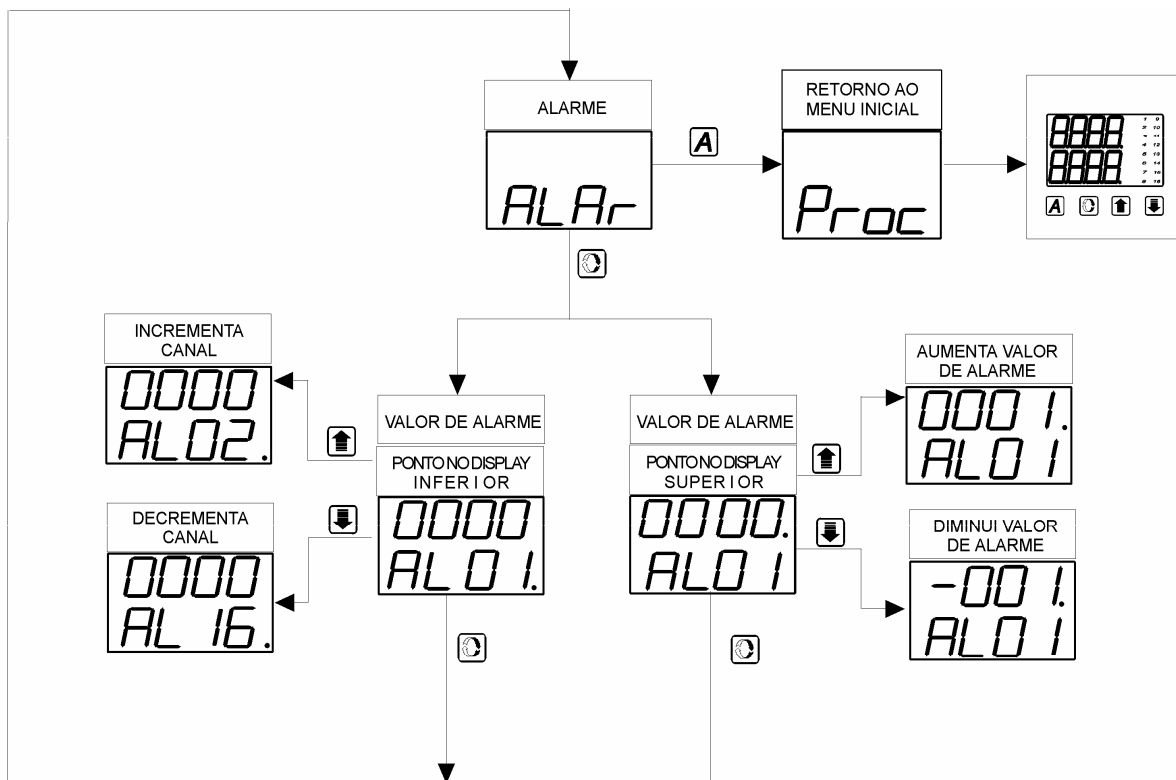

Figura 12 - Diagrama de blocos do ciclo de alarme
O diagrama de blocos apresenta o modo de ajustar o valor de alarme para cada canal. As teclas incremento e decremento são utilizadas para variar tanto o valor de alarme, quanto para trocar de canal. Para selecionar o canal, é necessário que haja um ponto no canto inferior direito do display 2, como será mostrado no diagrama de blocos (figura 12 do item 9.2.1). De mesmo modo, para selecionar o valor de alarme, é necessário que haja um ponto no canto inferior direito do display 1, atentando-se para o fato de que não será visível o ponto no display 1 e 2 simultaneamente, ou seja, não haverá, ao mesmo tempo, um ponto no display 1 e 2.